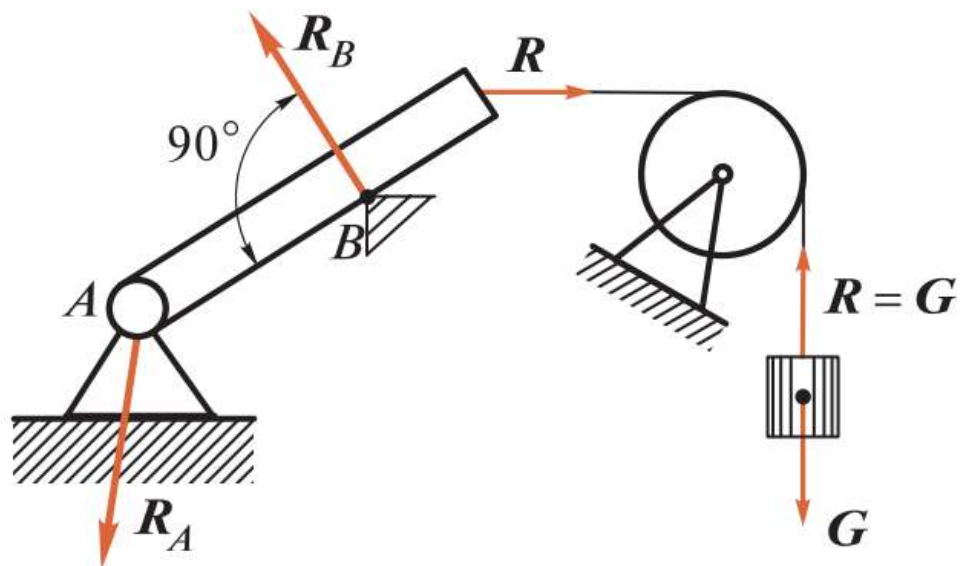
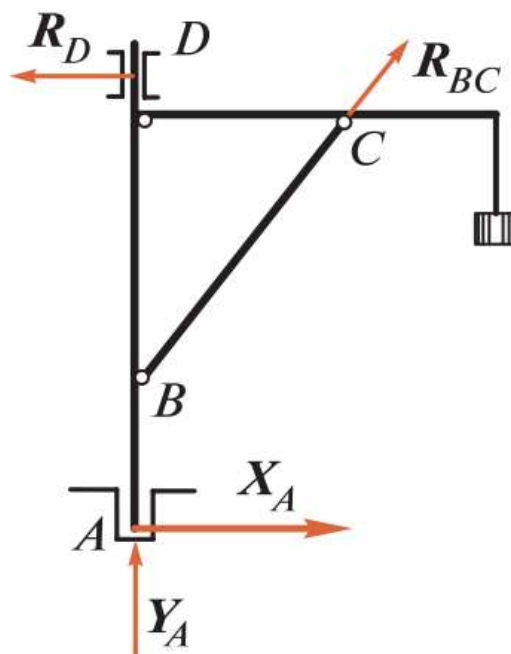

Рис. 1.8
Рис. 1.9
3. *Закрепленная точка или ребро угла* (рис. 1.8, ребро B). В этом случае реакция R_B направлена по нормали к поверхности идеально гладкого тела в сторону тела, так как нормаль к поверхности тела есть единственное направление перемещения, которое не
4. Гибкая связь (см. рис. 1.8). Реакция \mathbf{R} гибкой связи не дает телу лишь удалиться от точки подвеса и поэтому направлена *вдоль связи от тела к точке подвеса*. Из рис. 1.8 видно, что гибкая связь, перекинутая через блок, изменяет направление передаваемого усилия (натяжения нити).
5. **Идеально гладкий цилиндрический шарнир** (см. рис. 1.8, шарнир А; рис. 1.9, подшипник D). В этом случае заранее известно только, что реакция \mathbf{R} *проходит через ось шарнира и перпендикулярна этой оси*, так как шарнирное соединение допускает вращение вокруг оси, но не допускает никаких перемещений тела, перпендикулярных этой оси.
7. **Идеально гладкий подпятник** (рис. 1.9, подпятник А). Подпятник можно рассматривать как сочетание цилиндрического шарнира и опорной плоскости, поэтому будем считать реакцию подпятника состоящей из двух составляющих: X_A и Y_A . Полная реакция \mathbf{R}_A подпятника равна векторной сумме этих составляющих:
8. **Стержень, закрепленный двумя концами в идеально гладких шарнирах и нагруженный только по концам** (рис. 1.9, стержень BC). В этом случае реакция стержня, согласно аксиоме III, может быть направлена только по линии BC, т. е. *по прямой, соединяющей оси шарниров*.